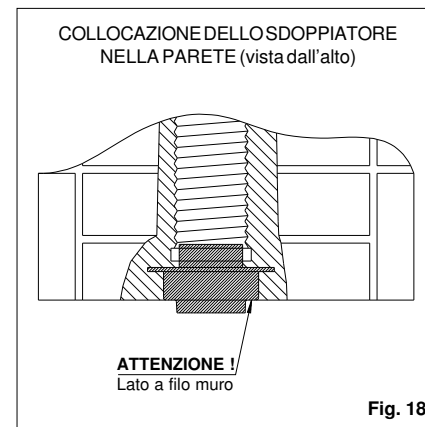

Fig. 18
**Avere cura di rispettare la posizione indicata in fig. 18, in modo tale che dal muro poi rifinito sporga solo il raccordo circolare, mentre la faccia interna dello sdoppiatore si presenterà complanare al muro stesso.**